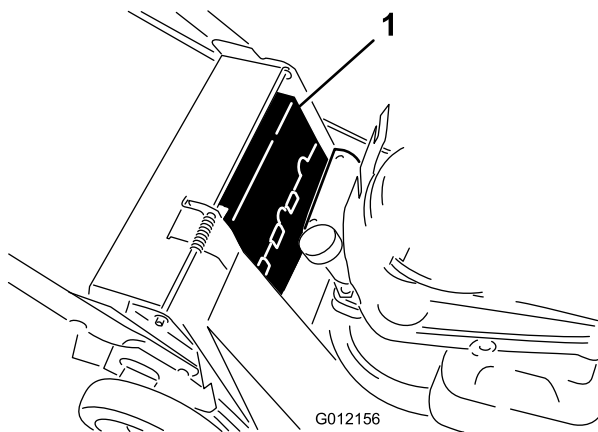

Figure 29
6. Retirez le couvercle de courroie supérieur (Figure 29).